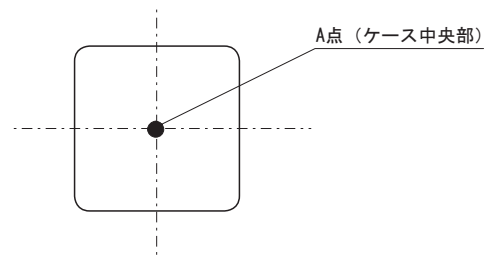

図7.3 MG40 温度測定箇所 (ケース上面)
- 図7.3のA点の温度が表7.1に示す温度以下となるように使用してください。また、電源周囲温度が85°C以下となるようにお使いください。